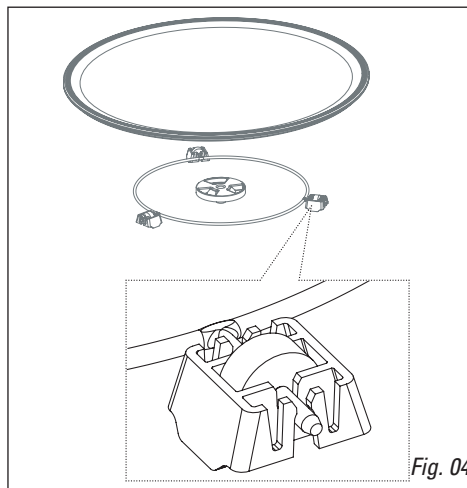

Fig. 04
- **De aandrijver:** hierdoor draait het glazen draaiplateau (Fig. 04).
- **De drager met wieltjes:** De wieltjes moeten beslist in de goede richting staan (Fig. 04). Wanneer het slecht draait controleer dan of er zich geen vreemde elementen onder de wieltjes bevinden.